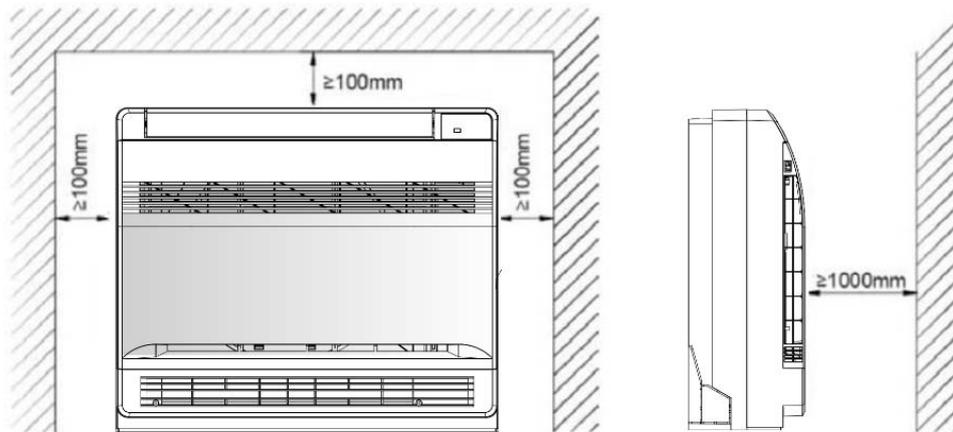

Imagen 1
3. No deben existir obstáculos en la entrada y salida para mantener una buena circulación de aire. (ver imagen 1)